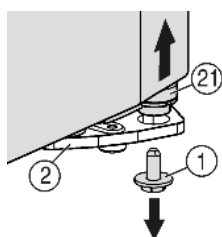
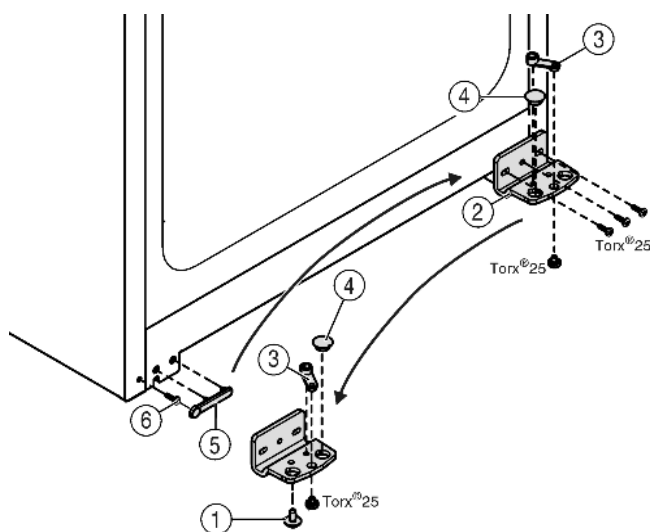

Fig. 5
Fig. 6
- ▶ Vpravo dole na stojanu ložiska vyšroubujte pojistný šroub Fig. 5 (1).
- ▷ Ložiskový čep Fig. 5 (21) se uvolní ze stojanu ložiska Fig. 6 (2).
- ▶ Pokud se ložiskový čep Fig. 5 (21) neuvolní, vytlačte čep zdola.
- ▶ Našroubujte stojan ložiska Fig. 6 (2).
- ▶ Našroubujte ložiskový díl Fig. 6 (3) a přemístěte do protilehlého upínacího otvoru stojanu ložiska, opět přišroubujte.
- ▶ Vyměňte ze stojanu ložiska zátku Fig. 6 (4) a nasadte do protilehlého upínacího otvoru stojanu ložiska.
- ▶ Opatrně zvedněte kryt Fig. 6 (5) na straně madla.
- ▶ Vyšroubujte šroub Fig. 6 (6) a na protější straně ho opět nasadte.
- ▶ Kryt Fig. 6 (5) opět nasadte.
- ▶ Přišroubujte opět stojan ložiska Fig. 6 (2) na novou stranu závěsu (silou 4 Nm), příp. pomocí akumulátorového šroubováku.
- ▶ Zašroubujte a dotáhněte pojistný šroub Fig. 5 (1) dole do ložiskového čepu (silou 4 Nm).